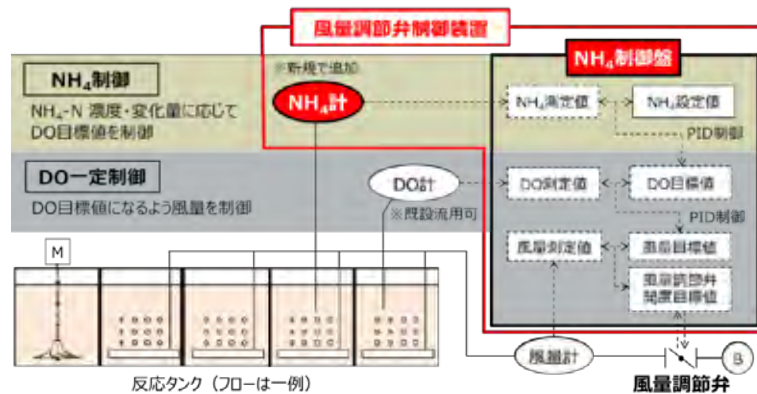

図4 アンモニア計と制御盤から構成される風量調節弁制御装置の制御概念図
本技術 (図 4) は、反応タンク内にアンモニア計および溶存酸素 (DO) 計を設置し、反応タンク下流側の  $\text{NH}_4\text{-N}$  濃度に基づき、DO 制御の目標 DO 濃度の自動で調整することにより、硝化状況に応じて送気量の制御を行なう風量調節弁の制